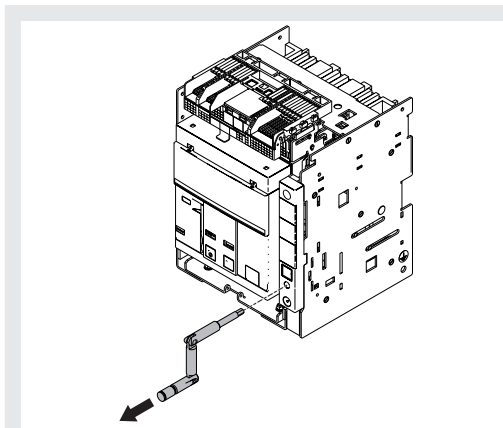

Figure 37
8. Extraire la manivelle. Voir Figure 37.